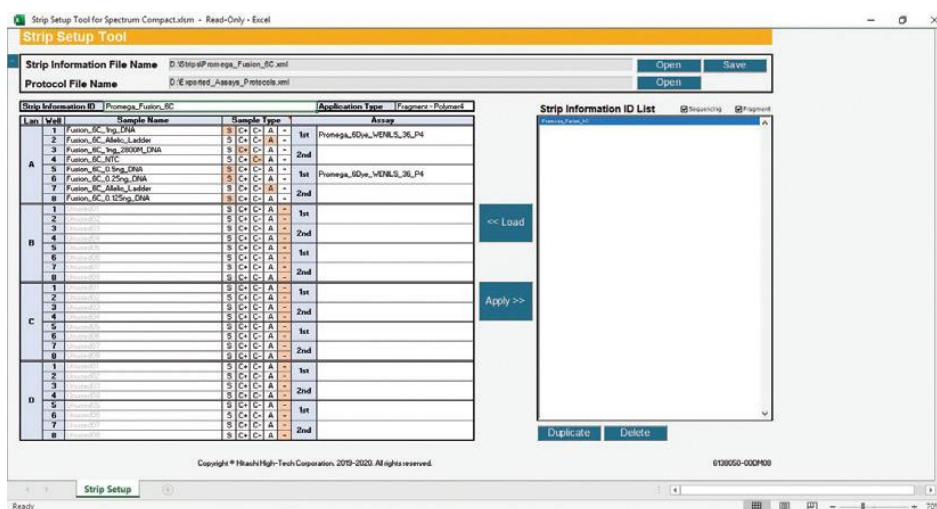

図 214 Strip Information File Name に新しい Strip が表示された Strip Setup Tool 画面
- 新しい strip の名前と場所が、Strip Information File Name のセルに表示されます。（図 214）